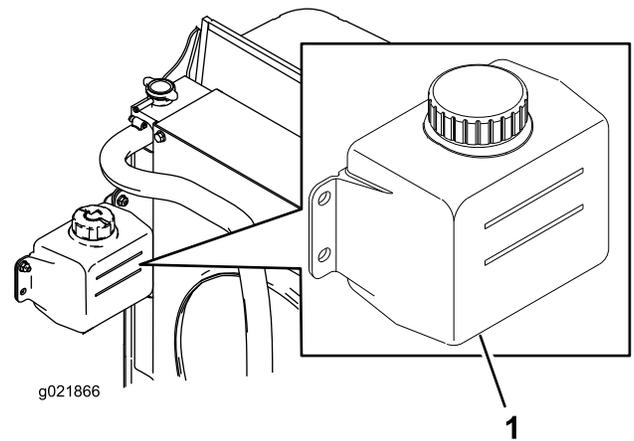

Figure 29
1. Vérifiez le niveau du liquide de refroidissement dans le vase d'expansion (Figure 29). Il doit se situer entre les repères qui figurent sur le côté du réservoir.